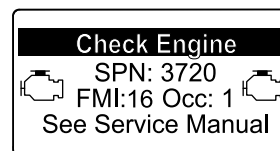

Рисунок 55
- Предупреждение о двигателе SPN 3720, FMI 16 (Рисунок 55)